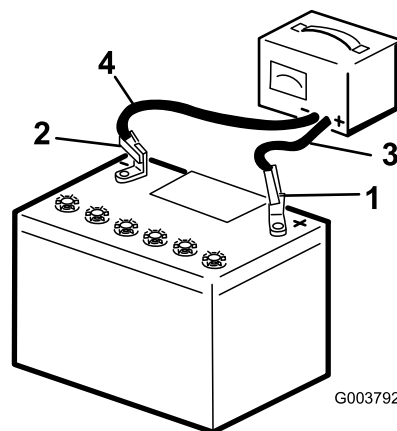

Figura 93
5. Conecte o cabo positivo do carregador ao terminal positivo da bateria (Figura 93).
6. Conecte o cabo negativo do carregador ao terminal negativo da bateria (Figura 93).
- Quando a bateria estiver totalmente carregada, desligue o carregador da rede elétrica e desconecte os cabos do carregador dos terminais da bateria (Figura 93).